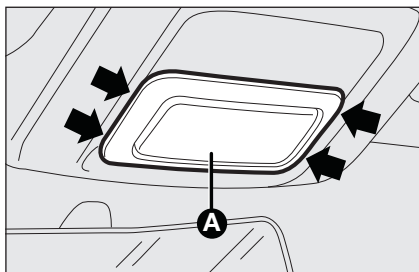

fig. 25
- mediante il cacciavite in dotazione, estrarre la plafoniera **A**-fig. 25 agendo nei punti indicati dalle frecce;